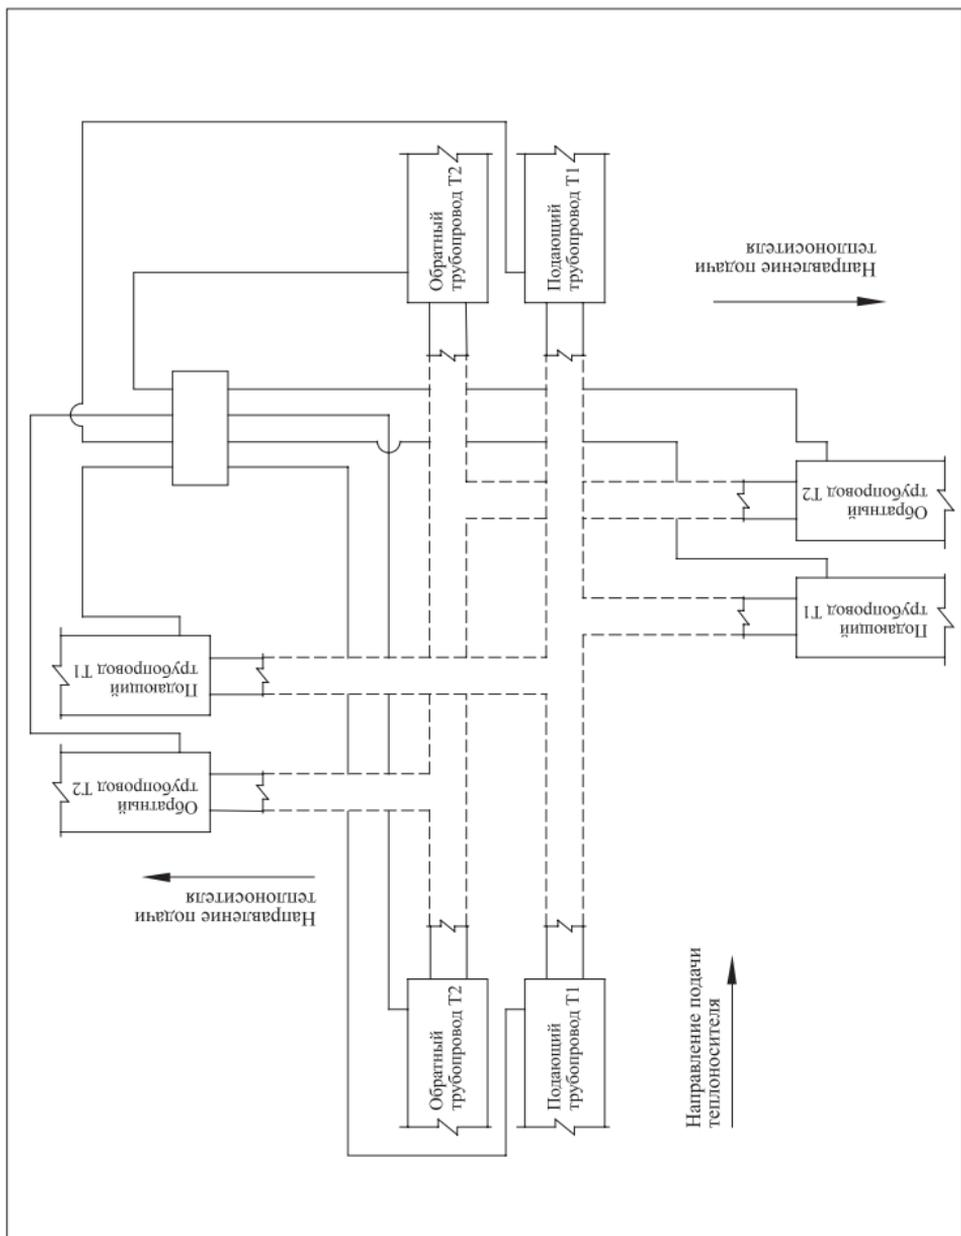

Рис. 3 «Объединение четырех независимых двухтрубных систем ОДК»
- 2.1. Объединение четырех независимых двухтрубных систем ОДК – Рис. 3, 7.